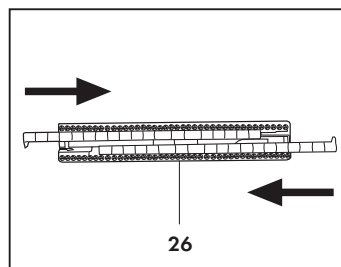

Abb. 15
Zur Montage der Borstenleiste (26) für Teppichböden und Teppiche, die steifen Bürsten mit nach innen gerichteten Lämpchen in die dazu bestimmten Führungen schieben (**Abb. 15**).